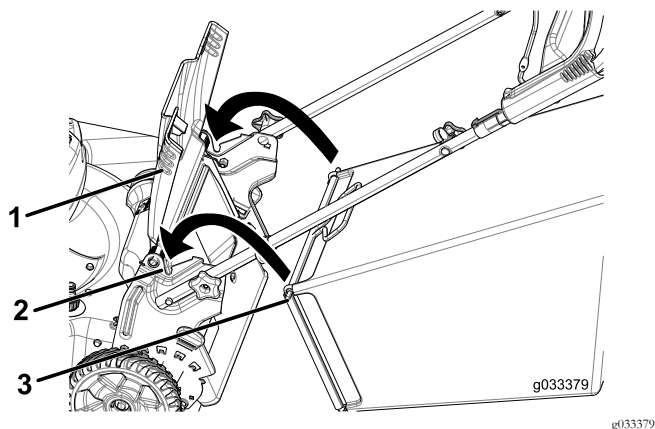

図 22
1. 後部デフレクタを上を開いてその位置に保持する 図 22。
2. 集草バッグを取り付ける。バッグについているピンがハンドルのノッチに掛かったことを確認する 図 22。